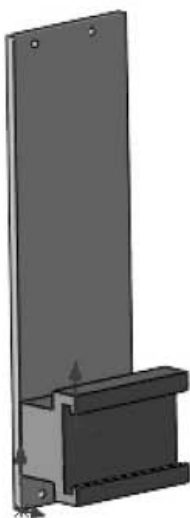

Рис. 6.69. Сопряженные передняя панель и ручка
4. Выберите команду **Сборка** ▶ **Условия сопряжения**. Последовательно отметьте две пары граней на частях сопрягаемых деталей. После отработки данных сопряжений детали «слипнутся» (рис. 6.69). При этом останется возможность перемещать ручку вертикально.